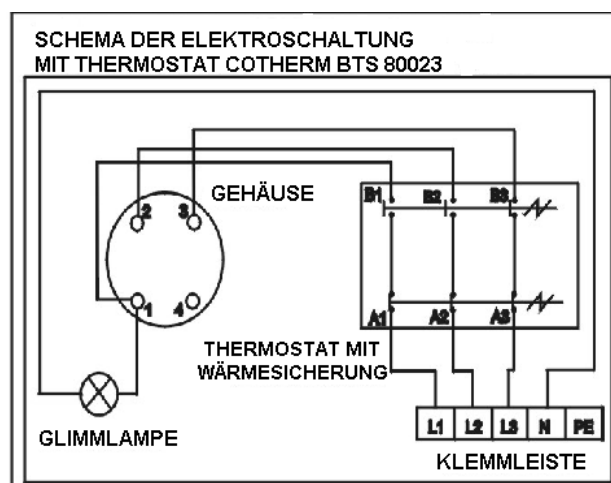

Bild 5
- Das Schaltungsschema ist dem Warmwasserspeicher auf dem Deckel der Elektroinstallation beigelegt (siehe auch Bild 5).